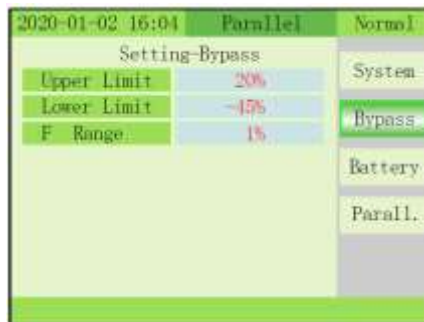

Fig. 4-13 Menú Setting/Maintenance - Bypass
12) MAINTENANCE – BYPASS: Pulse la tecla OFF para introducir el elemento y confirmar el valor, pulse para cambiar el valor (Fig. 4-13).